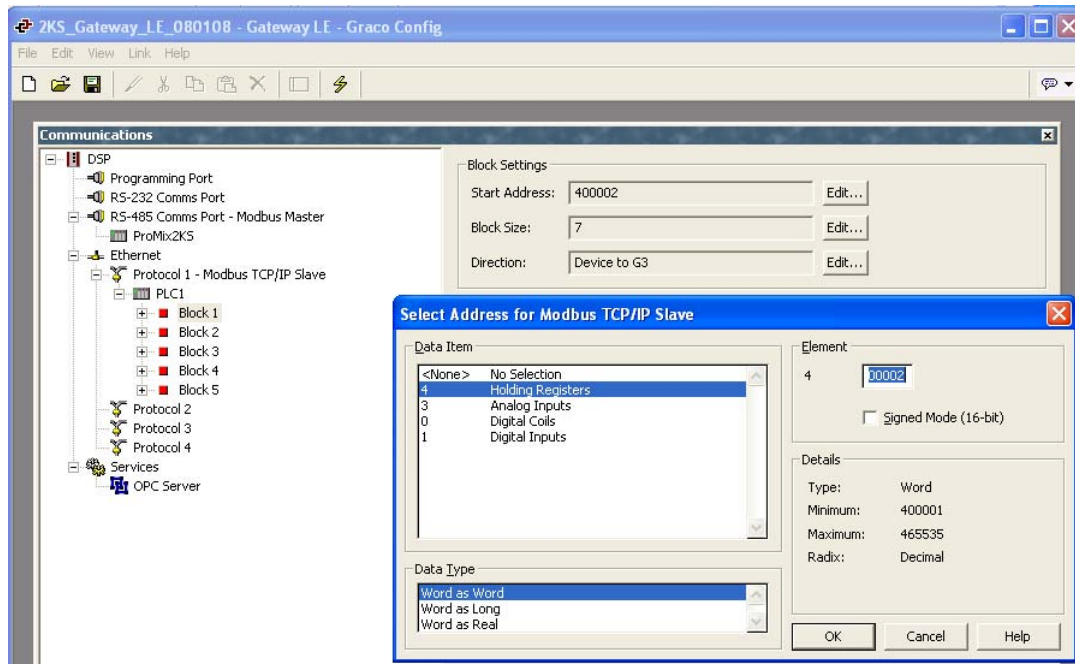

Fig.23: Mapping dei blocchi Gateway
1. Vedere la FIG.23. Selezionare il blocco per il mapping dei dati. Fare clic sul pulsante Edit, accanto al campo Start Address, sul lato destro della finestra. Viene visualizzata la finestra Select Address.